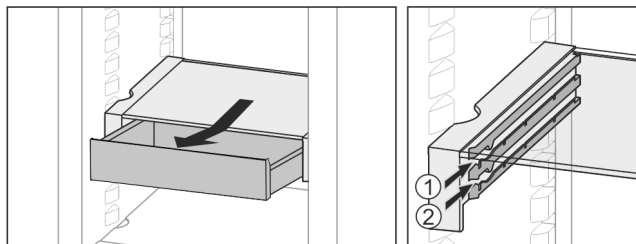

Fig. 31
- Skub den ind i den ønskede højde Fig. 31 (1) eller Fig. 31 (2).